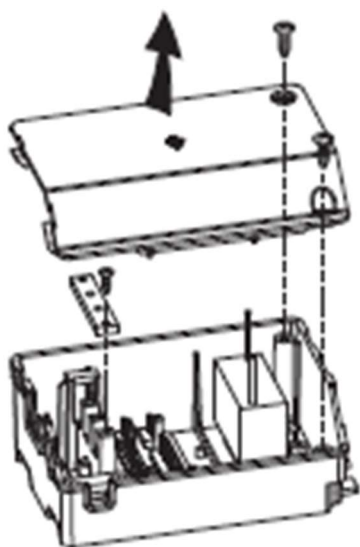

Рис.1
1. Найдите распределительную коробку, открутите винты на её крышке, затем снимите крышку (рис. 1).